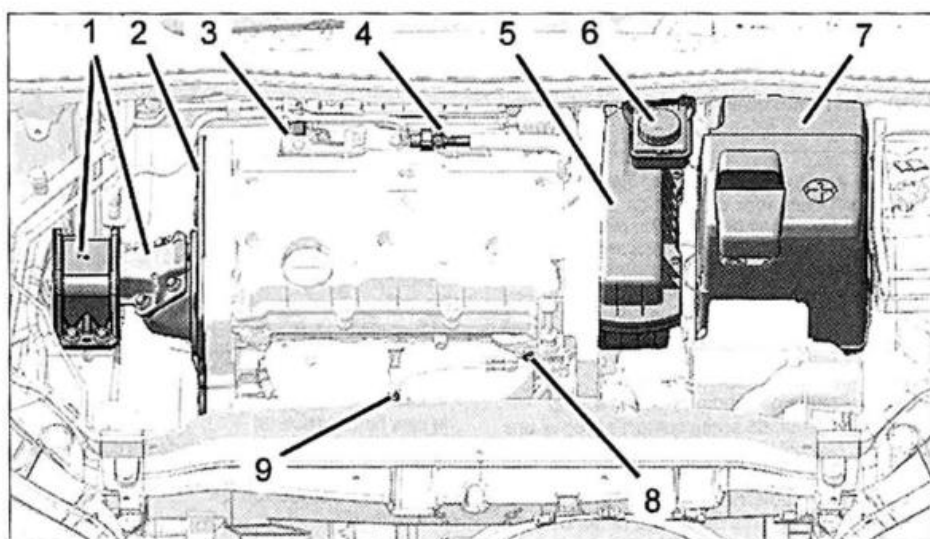

FIG. 24
- Separar el depósito de líquido de freno (6) (Fig.24).
- la tapa batería (7)
- la caja filtro de aire (5)
- el racor engatillable (3) de llegada del combustible
- el soporte motor derecho (1)
- el cárter de distribución (2)
- el tornillo (8)